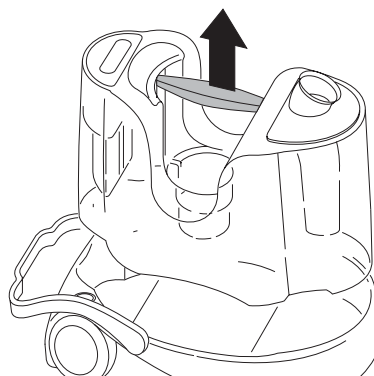

fig. 3
- Retirer le réservoir solides/liquides H au moyen de la poignée prévue placée sur le réservoir (fig. 3).